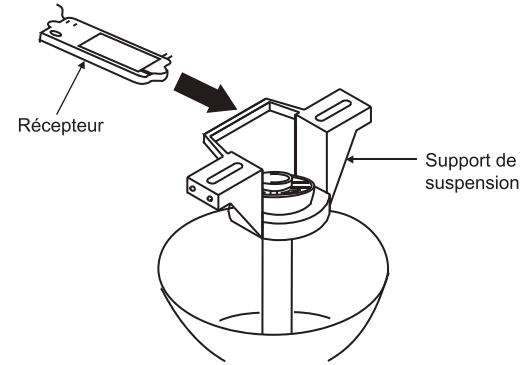

Fig. 14
Étape 1. Insérez le récepteur dans le support de montage au plafond avec le côté plat du récepteur face au plafond. (Fig.14) Pour optimiser la performance, assurez-vous que l'antenne noire, à l'extrémité du récepteur, reste étendue et qu'elle n'est pas emmêlée avec les fils électriques.